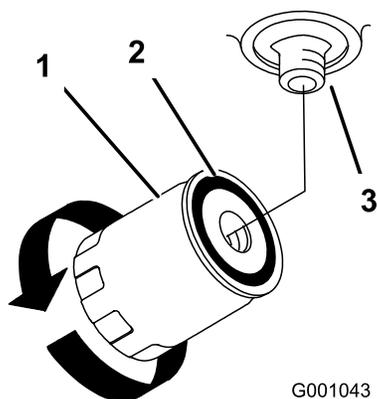

Figura 61
- Localice el filtro debajo de la base del motor y coloque un recipiente de vaciado debajo del filtro (Figura 61).
- Retire el filtro usado y limpie con un paño la superficie de la junta del adaptador del filtro (Figura 61).
- Cuando el filtro hidráulico esté lleno, gire el filtro en el sentido de las agujas del reloj hasta que la junta de goma entre en contacto con el adaptador del filtro, luego apriete el filtro 1/2 vuelta más (Figura 61).